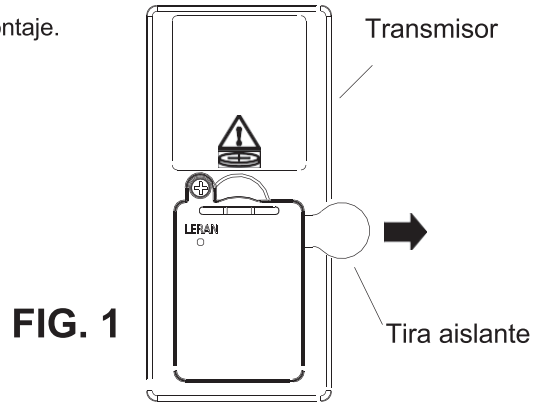

FIG. 1
Paso 2. Retira con cuidado la tira aislante del transmisor para activar la batería tipo botón/moneda CR2032 de 3 V preinstalada. Desecha la tira aislante. **(Fig. 1)**